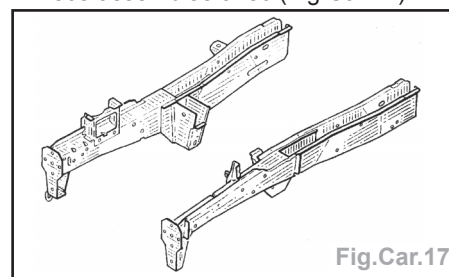

Fig.Car.17
- Pièce assemblée avec (Fig.Car.17) :